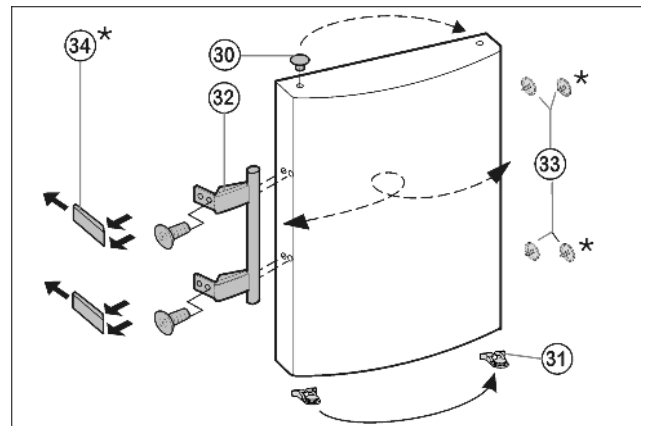

Fig. 8
- ▶ Haal *Fig. 8 (30)* de stop uit de deurlagerbus en plaats hem om.
- ▶ Demonteer deurgreep *Fig. 8 (32)*, stop *Fig. 8 (33)* en drukplaten* *Fig. 8 (34)* en monteer ze aan de tegenoverliggende kant.